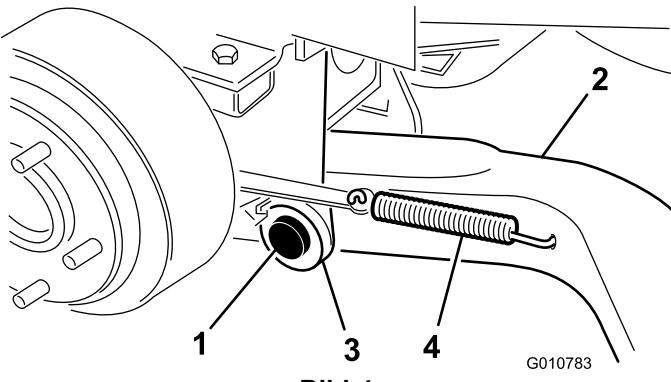

Bild 4
4. Befestigen Sie einen Hubarm (das Ende des Kugelgelenks muss nach außen zeigen) mit einem Lagerbolzen und einem Splint (5/32 x 1-3/4 Zoll) an der Schwenkhalterung (Bild 4).
6. Haken Sie die Bremsrücklauffeder in das Loch im Hubarm ein (Bild 4).